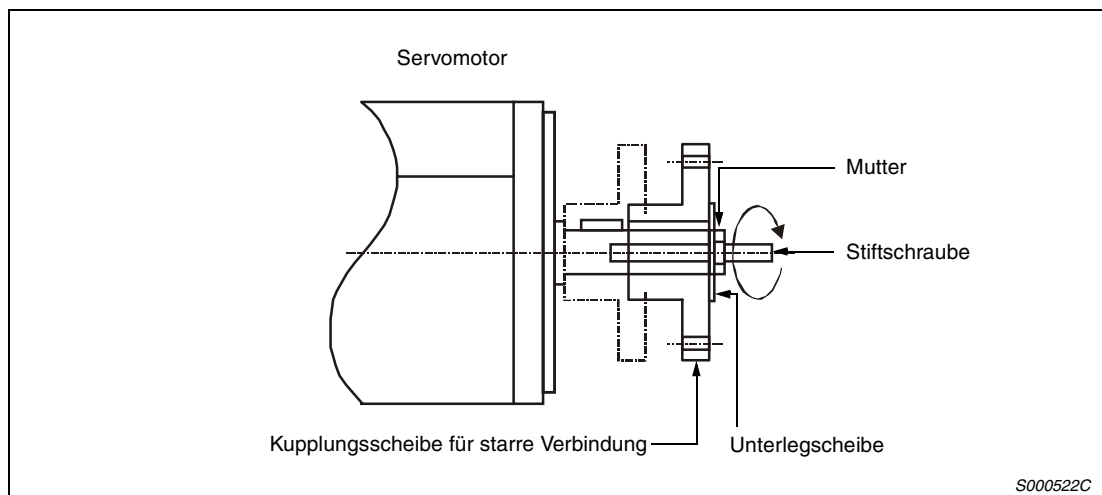

Abb. 2-3: Montage einer Riemenscheibe
- Verwenden Sie bei der Montage einer Kupplungsscheibe für eine starre Verbindung mit Keilnut die Gewindebohrung am Ende der Motorwelle (siehe Abb. 2-3). Schrauben Sie einen Gewindebolzen in die Motorwelle ein und setzen Sie die Kupplungsscheibe an. Legen Sie eine Unterlegscheibe vor die Kupplungsscheibe und drehen Sie eine Mutter auf den Gewindebolzen. Ziehen Sie die Mutter an und schieben Sie so die Kupplungsscheibe auf die Welle. Verwenden Sie auf keinen Fall einen Hammer für Montagearbeiten an der Servomotorwelle.